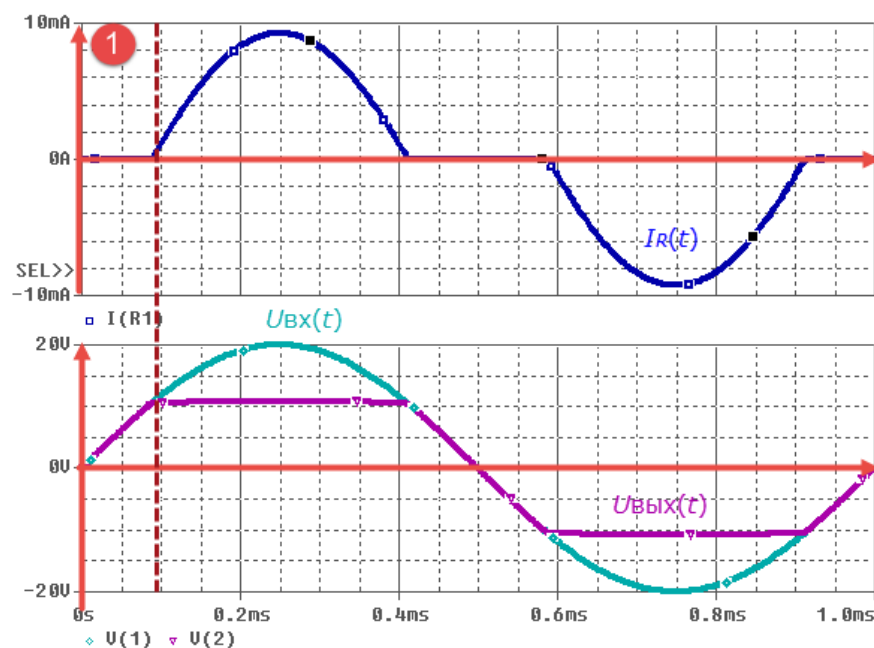

Рис.15. Осциллограммы напряжений и тока
- Ввести режим временного анализа и получить осциллограммы одного периода входного $u_1(t)$ и выходного $u_2(t)$ напряжения (рис.15).
- Создать окно для дополнительного графика тока (**Plot - Add Plot to Window**). Построить (**Trace - Add** или пиктограмма ) график тока $i_R(t)$, выбрав в левом столбце ток $I(R1)$. График тока появится над графиками напряжений (рис.15).